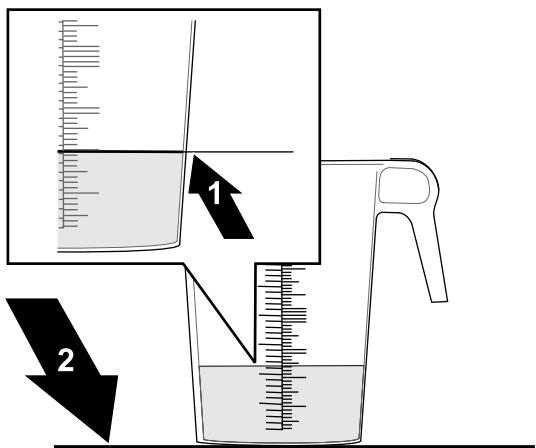

Figura 172
- Posizionate il recipiente graduato su una superficie piana e lasciate stabilizzare il fluido, quindi annotate il volume del fluido (Figura 172).